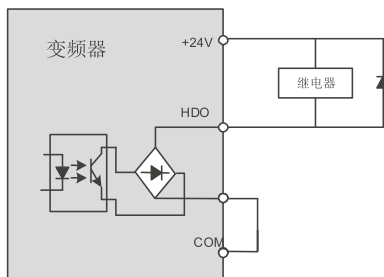

图5-4-6 数字输出接线示意图
- 1) 当数字输出端子需要驱动继电器时，应在继电器线圈两边加装吸收二极管。否则易造成直流24V电源损坏。驱动能力不大于50mA。接线方式如图5-4-6。